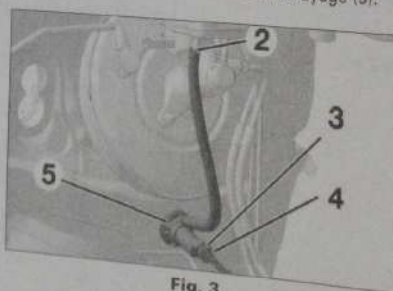

Fig. 3
- Désaccoupler le tuyau d'alimentation (2) (Fig.3).
- Obtenir l'orifice du réservoir de liquide de frein (2).
- Déposer l'agrafe (3).
- Désaccoupler le tuyau hydraulique (4).
- Déverrouiller le cylindre émetteur d'embrayage (5).